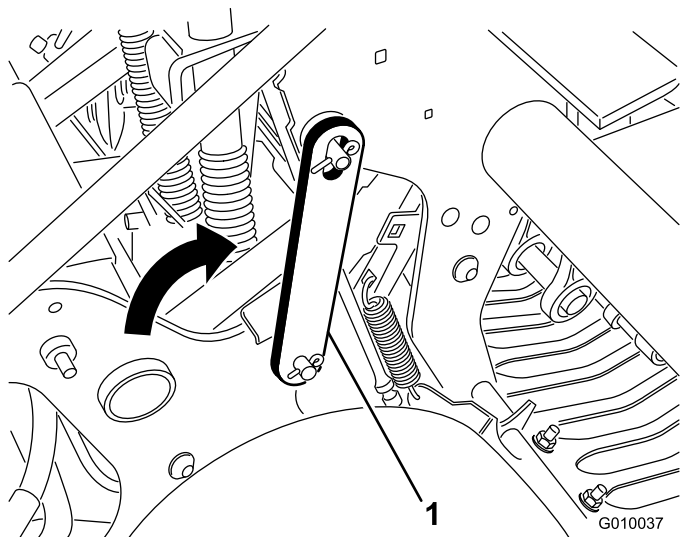

Figura 22
4. Girate indietro il fermo di servizio e inseritelo nella spina della testa di carotaggio (Figura 22). Fissatelo con l'anello Seeger.